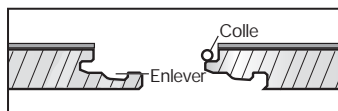

Figure 13
- Avec un petit rabot, enlever 75% du bord de la rainure (Figure 13).